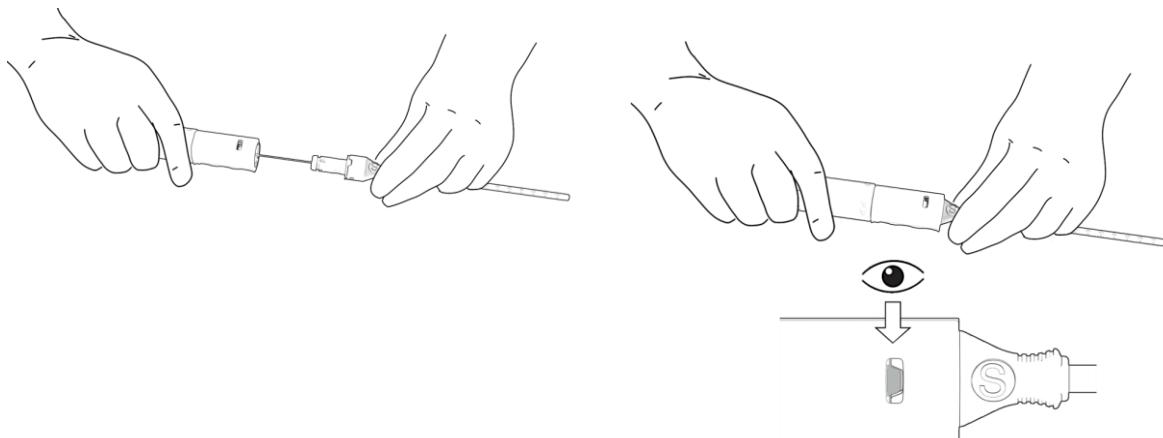

Figura 10. Inserção do Dispositivo de encerramento PerQseal+ na bainha introdutora.
- c. Segurando o conector da bainha introdutora numa mão e a pega do dispositivo na outra mão, avance cuidadosamente a pega do dispositivo. Certifique-se de que os indicadores na bainha introdutora e na pega estão alinhados e que o conjunto da cânula de carregamento/conector da bainha bloqueia (com um clique) na pega do dispositivo. Note o indicador verde na janela. Isto confirma que a pega do Dispositivo de encerramento PerQseal+ foi bloqueada com sucesso. Figura 10.